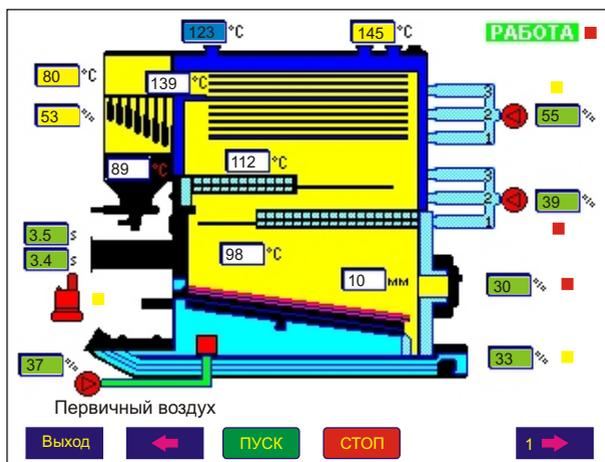

Рис. 153. Меню "Процесс" (Блок "SCADA"). Пример отображения работы твердотопливного котла.
9.6.12 В меню **Процесс** блок SCADA представлен в виде рисунка технологического процесса с отображением всех необходимых параметров и светодиодной индикации. В нижней части экрана располагаются служебные кнопки: **Выход** (для выхода в меню Процесс), **Влево** и **Вправо** (для пролистывания страниц). На кнопке **Вправо** индицируется номер текущей страницы. На страницах, на которых не производилась загрузка рисунков размещена надпись "Пусто". В ряду служебных кнопок, места 3, 4 и 5-ой кнопок свободны. На месте 3-ей и 4-ой кнопок, при создании рисунка технологического процесса, можно нарисовать виртуальные кнопки, подключить их в схему с помощью выходов блока "Кнопка 1" и "Кнопка 2", организовав функцию ручного управления процессом. Эта функция доступна на страницах 1-4 блока SCADA, меню Процесс (Рис. 153).